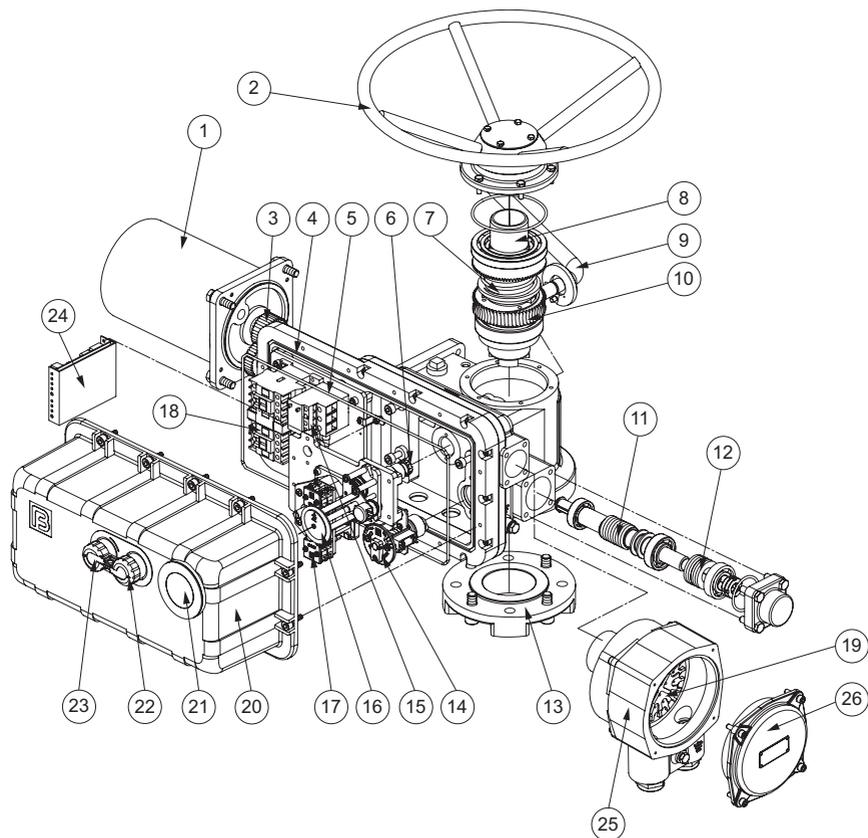

Рис.1 Электроприводы типа ГЗ-ВА, ГЗ-ВБ КСК
## 2.1 Электроприводы типа ГЗ-ВА, ГЗ-ВБ КС (рис. 1)
**Двухсторонняя муфта ограничения крутящего момента** (13) (рис. 1) состоит из червячного вала (10), сбалансированного по осевым перемещениям тарельчатыми пружинами (11) и ограничителя крутящего момента с пластиной С (рис 3).
Вращение от электродвигателя (1) (рис.1) через прямозубую цилиндрическую шестерню (3) передаётся на червячный редуктор (9, 10), который обеспечивает вращательное движение выходного вала (7) и через кулачковую муфту преобразуется в поступательное движение штока затвора арматуры.
Ограничитель хода выходного вала (14) (рис. 1) через переходной вал (5) механически связан с выходным валом (7) электропривода. После надлежащей настройки ограничитель хода выходного вала соответствует определенным положениям затвора. При достижении затвором арматуры этих положений срабатывают соответствующие микровыключатели, отключая электропитание электродвигателя.
Индикатор положения затвора арматуры (15) (рис. 1) механически связан с ограничителем хода выходного вала. После надлежащей настройки указания индикатора соответствуют определенным положениям затвора арматуры независимо от режима работы электропривода – ручного или электрического.